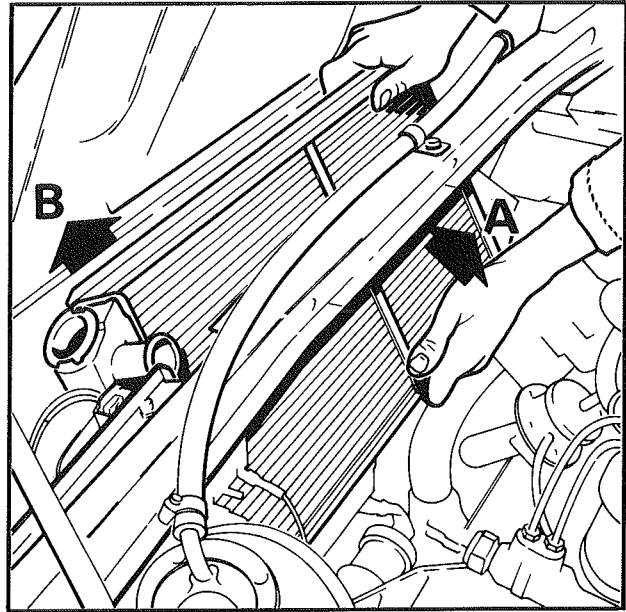

Fig. 1
- Sortir le radiateur entre la traverse et le capot moteur - pousser d'abord du côté droit de la voiture (A) (Fig. 1) et dégager la patte de fixation gauche (B) du radiateur.